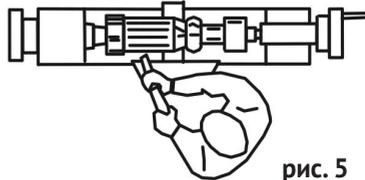

рис. 5
3.3.1 Рабочее положение оператора (рис.5):